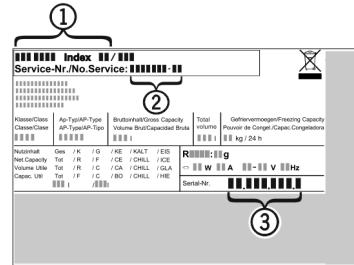

Fig. 11
- Prietaiso pavadinimas Fig. 11 (1), techninio aptarnavimo Nr. Fig. 11 (2) ir serijos Nr. Fig. 11 (3) užrašyti duomenų skydelyje. Duomenų skydelis yra prietaiso viduje, kairiajame šone.
- Susieki su techninio aptarnavimo skyrimi ir praneškite apie gedimą, taip pat pasakykite prietaiso pavadinimą Fig. 11 (1), techninio aptarnavimo Nr. Fig. 11 (2) ir serijos Nr. Fig. 11 (3).